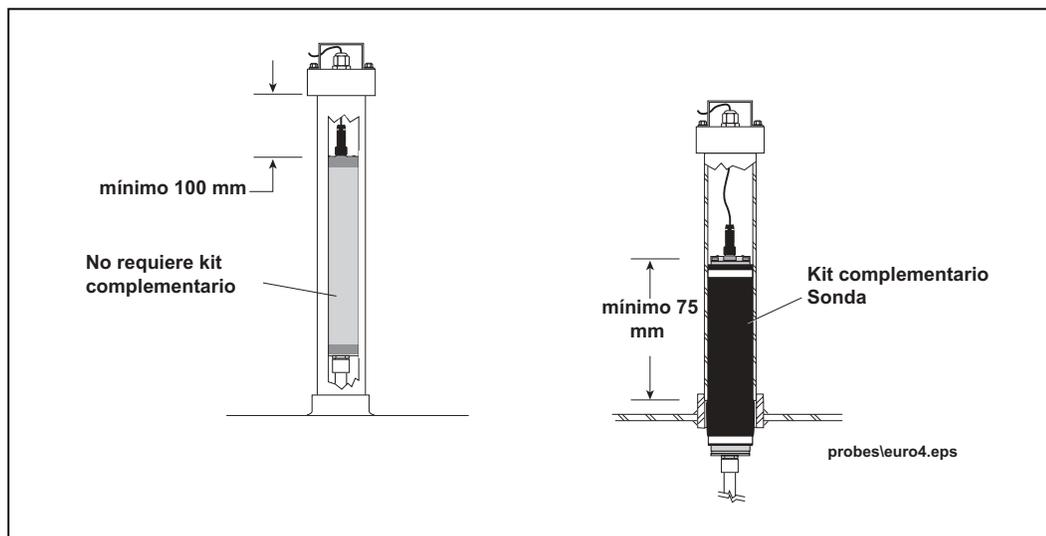

Figura 5. Instalación de un kit de manguito del estuche de la sonda
- Siempre que sea posible, el cartucho de la sonda debe estar totalmente contenido dentro del tubo de subida de 3". Si esto no es posible, debe utilizarse un kit de manguito de sonda. Los kits de manguitos de sonda proporcionan aislamiento eléctrico y estabilidad lateral a la sonda (vea la Figura 5).